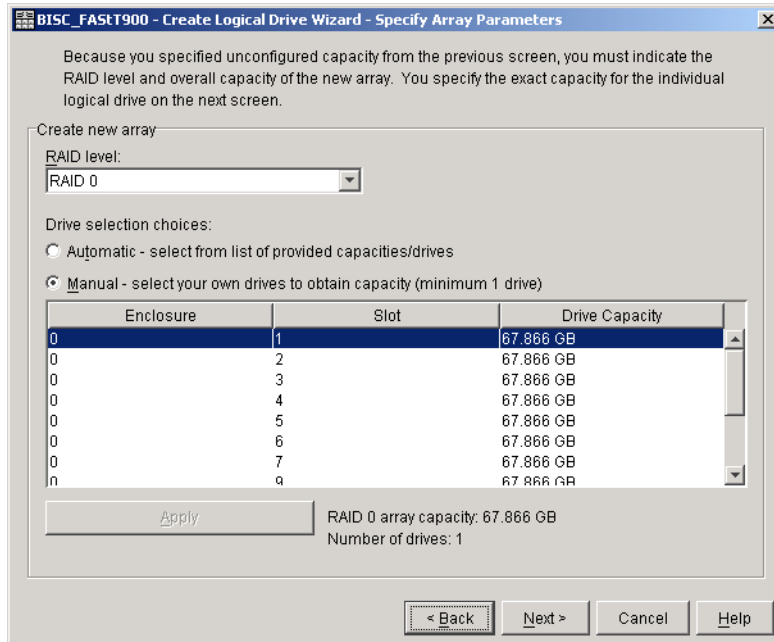

図7-50 アレイ・パラメーターの指定
6. 図 7-50 に表示されているウィンドウで、RAID レベル、および使用するハード・ディスクを定義する。